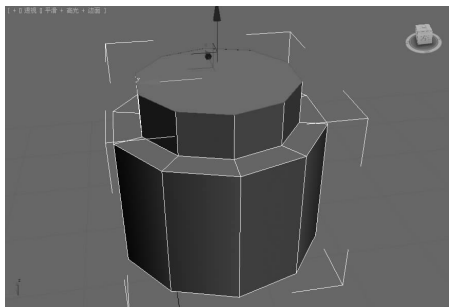

图 5-90 挤出顶部的多边形 ▲
(6) 选中圆柱体的顶面,在“编辑多边形”卷展栏中单击“插入”按钮右边的  按钮,弹出“插入多边形”对话框,设置“插入量”为 0.85,单击“确定”按钮,继续单击“挤出”按钮右边的  按钮,弹出“挤出多边形”对话框,设置“挤出高度”为 1.4,单击“确定”按钮,效果如图 5-90 所示。